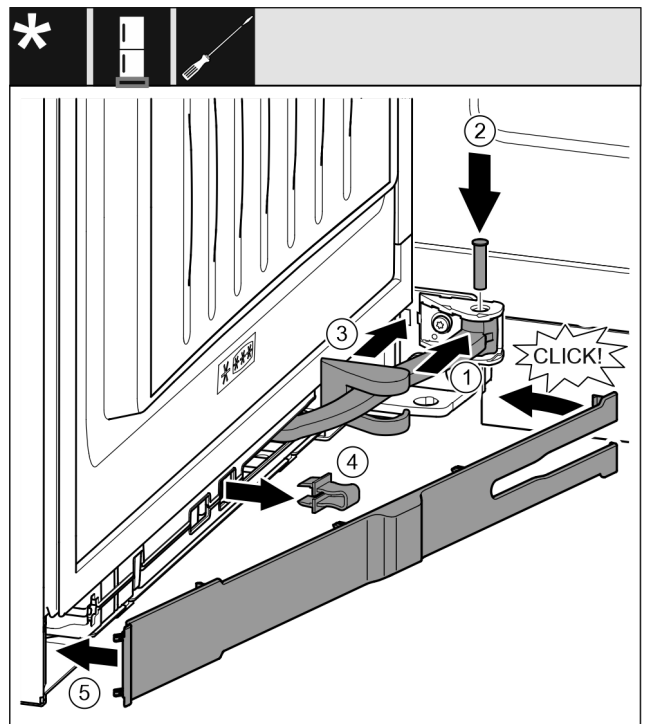

Fig. 47
- ▶ Turn the hinge in the mount. Fig. 47 (1)